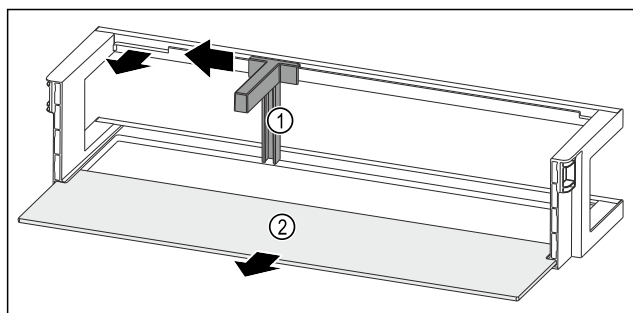

Fig. 138 Дверная полка с держателем для бутылок и съемной полкой
- ▶ Сместите держатель для бутылок Fig. 138 (1) до выемки в сторону.
- ▶ Извлеките держатель для бутылок Fig. 138 (1).
- ▶ Извлеките съемную полку Fig. 138 (2).